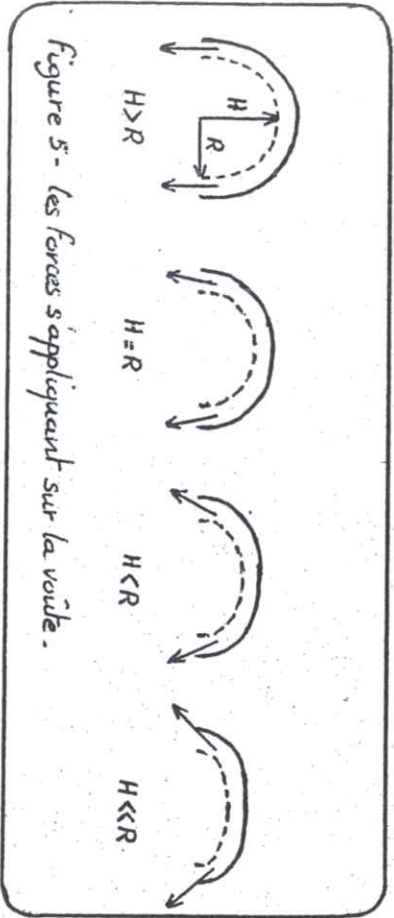

Figure 5 - Les forces s'appliquent sur la voûte.
► La voûte. La forme de la voûte influe sur sa solidité et sur les performances du four. Plus la voûte est basse, moins elle nécessite de bois pour chauffer mais plus elle est fragile du fait des forces qui s'y appliquent (Figure 5).